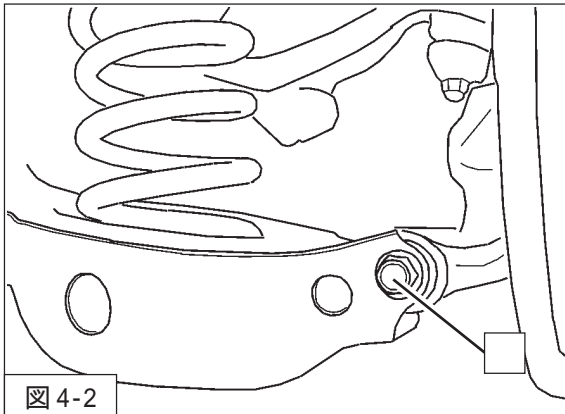

図4-2
2. リアスプリング（同梱品）ロアラバーシート（純正部品）ロアアーム取付ボルト・ナット（締付トルク：89N・m）を車両に取付けてください。（図4-2）